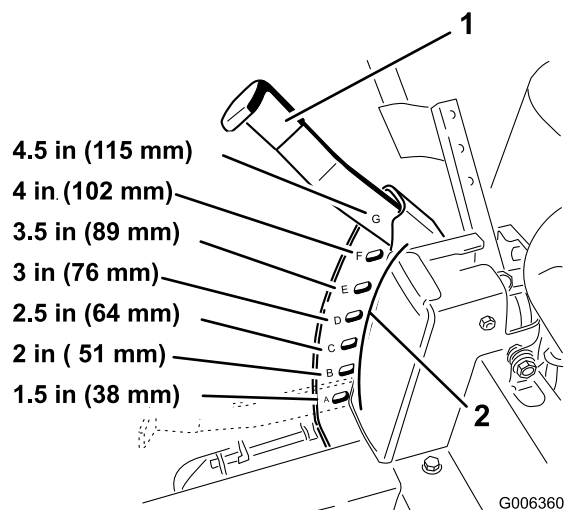

Bild 16
1. Heben Sie den Schnitthöhenhebel in die Transportstellung (Schnitthöheneinstellung von **G** (auch 115 mm) (Bild 16).